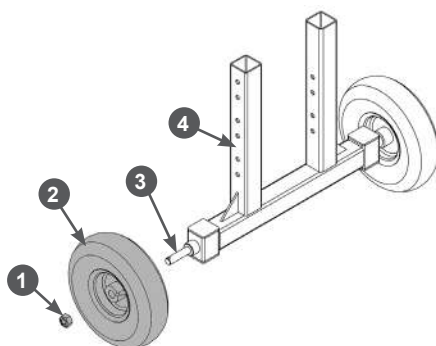

Рис. 5 Установка колёс на кронштейн
3. Установите колёса 2 на кронштейн 4 (Рис. 5). Для этого снимите с оси 3 гайку 1, установите колесо 2 на ось 3 и закрутите гайку 1 крутящим моментом 20 Н·м (Рис. 5).